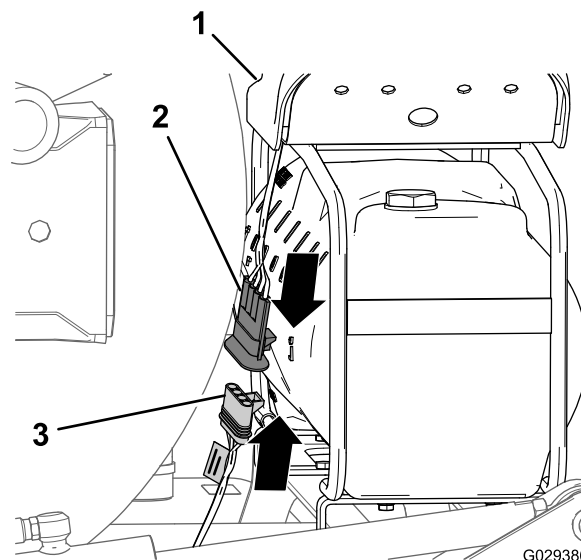

図 172
1. ワイヤハーネスの236cmの枝線の端部についている4ソケットコネクタ仕上げキットを、コンプレッサから来ているハーネスの4ピンコネクタに接続する 図 172。
2. 4口コネクタに4ピンコネクタを接続する 図 172。